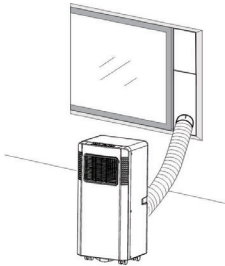
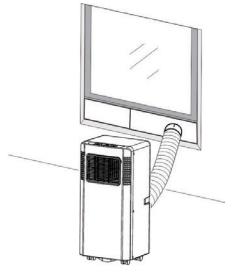

Fig. 2
Fig. 2a
- 2) Siç tregohet në Fig. 2 dhe Fig. 2a, instaloni zorrën e shkarkimit dhe rregulloni mirë pozicionin e dritares.